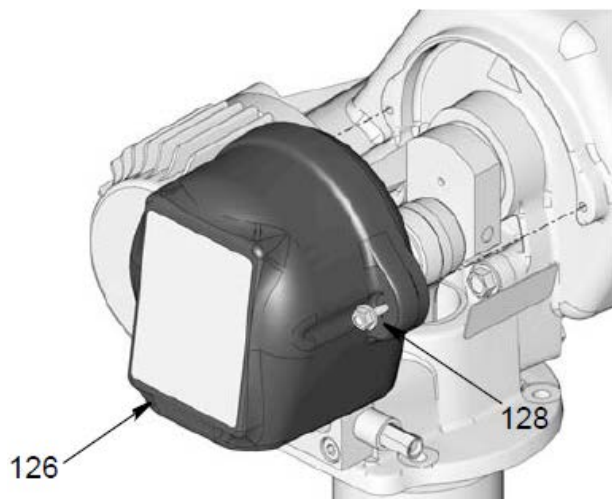
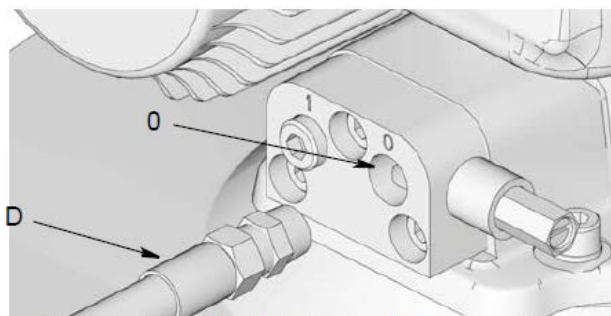

Рис. 8
Рис. 9
- Перед заправкой гидробака проверьте рабочее состояние вентиляции дыхательного аппарата (J).
- Перед заправкой гидробака откройте сливное отверстие (H), визуально проверьте уровень смазочной жидкости.
- Уровень не должен находиться выше сливного отверстия (H) при заправке гидробака.
7. Снова установите крышку (126) с помощью болты (128). Затяните болты монтажным ключом (рис. 8).
8. Подключите таймер/контроллер (F) (заготовленный пользователем, если используется).
9. Присоедините трубку подачи смазки высокого давления (D) к выпускному клапану или штуцеру выхода смазки (0) коллектора (рис. 9).